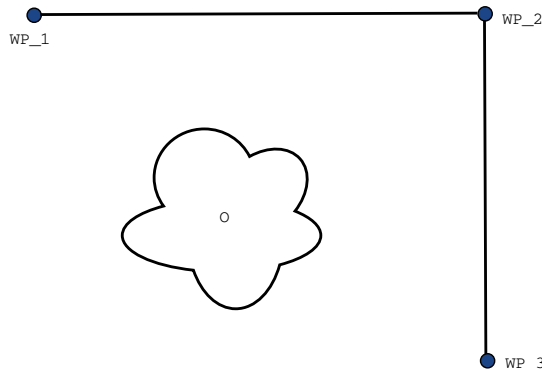

图 15.2: WP\_1: 初始位置, WP\_2: 通过点, WP\_3: 拾取位置, O: 障碍物。
**示例** 以一个拾取和放置应用为例（参见图 15.2），在这里，机器人当前位于路点 1 (WP\_1)，它需要在路点 3 (WP\_3) 拾取一个对象。为避免与物体和其它障碍物 (O) 发生碰撞，机器人必须从路点 2 (WP\_2) 的方向接近 WP\_3。因此引进三个路点来创建一个满足要求的路径。